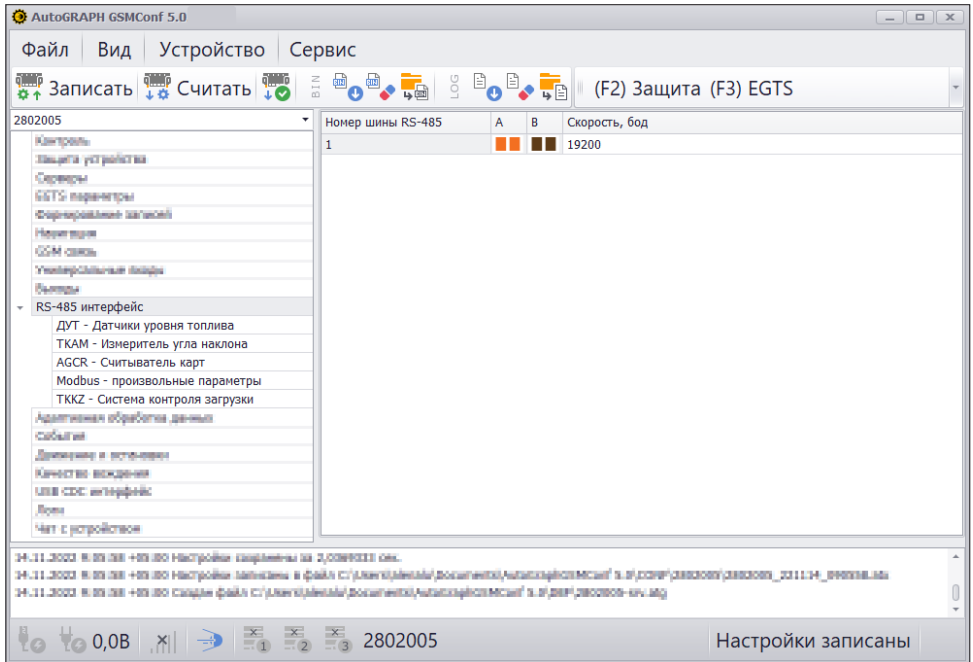

Рис.3. Настройка скорости шины RS-485 в АвтоГРАФ GSMConf 5.0.
- Перейдите на вкладку **«RS-485 интерфейс»** и проверьте скорость шины RS-485. По умолчанию установлена скорость 19200. Скорость должна совпадать со скоростью, установленной для шины RS-485 устройства TK-Receiver-Air (**Рис.3**).